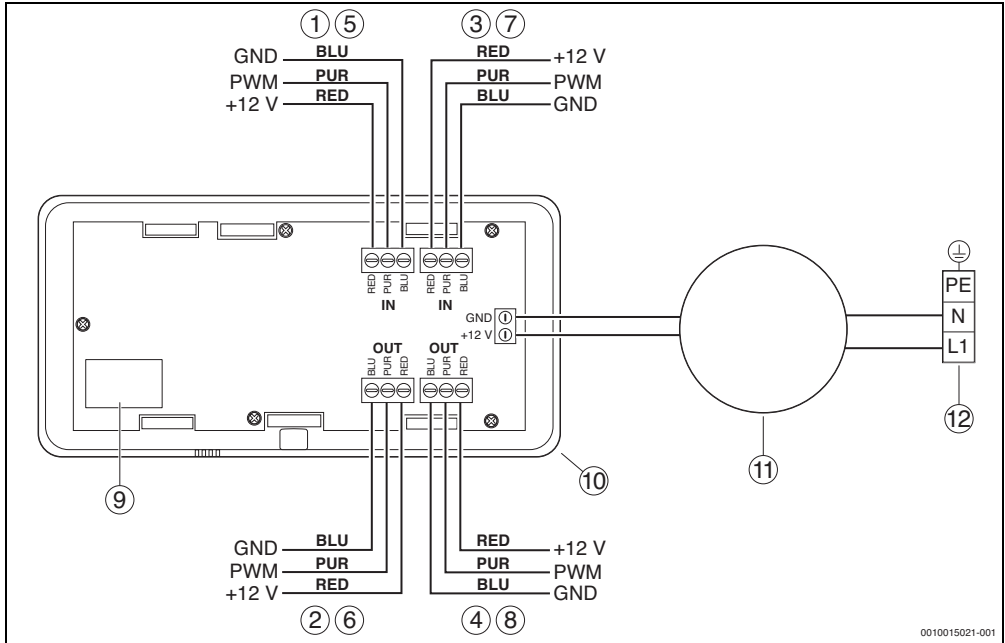
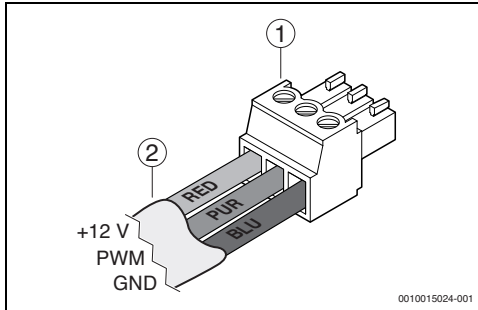

Bild 1
Bild 4
- LiYY-Kabel mit drei verschiedenen Litzefarben wählen und jeweils die Anschlüsse BLU, PUR und RED an Bedieneinheit (→ Bild 1) und Stecker (→ Bild 4) mit Litze der gleichen Farbe verbinden.